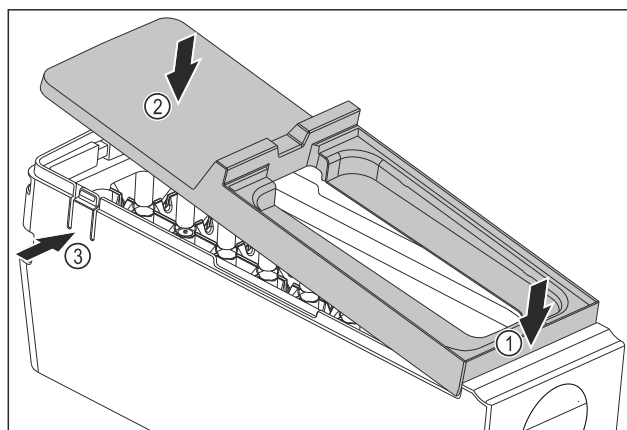

Fig. 108
- ▶ Montáž krytu korpusu EasyTwist-Ice: Nasadte kryt na přední stranu. Fig. 108 (1)
- ▶ Spusťte kryt vzadu dolů. Fig. 108 (2)
- ▶ Kryt slyšitelně zaklapne v obou lamelách Fig. 108 (3).